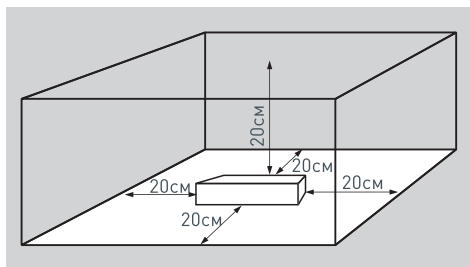

Рис. 2
- 4.2. Для естественной вентиляции обеспечьте свободное пространство вокруг источника питания, см. рисунок 2.